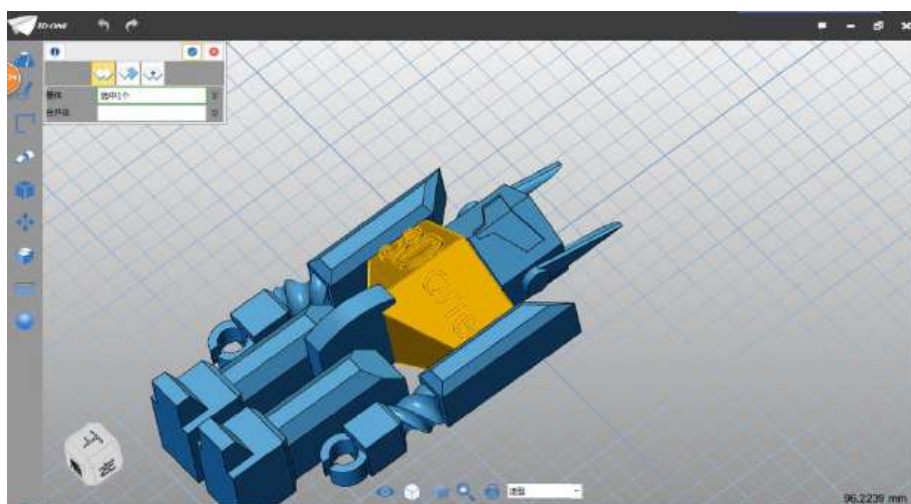

图 6-3
Step 3 点击确定，完成面偏移。选择显示命令 ，将隐藏的部件显示出来。选择组合命令，基体选择身体上半部，如下图 6-3 所示：